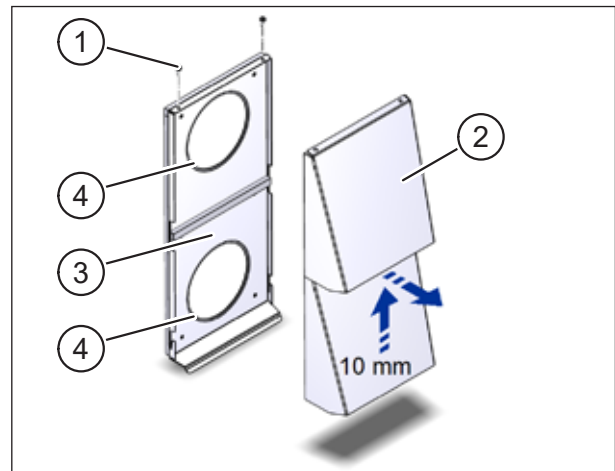

Abb. 17: Abdeckung entfernen
- ▶ Entfernen Sie die beiden Kreuzschlitzschrauben (Pos. 1 in Abb. 17) an der Oberseite des Fassadenabschlusses.
- ▶ Schieben Sie die Abdeckung (Pos. 2 in Abb. 17) ca. 10 mm nach oben. Heben Sie die Abdeckung von der Grundplatte (Pos. 3 in Abb. 17) ab.
- ▶ Streichen Sie die 4 mm breiten Dichtflächen (Pos. 4 in Abb. 17) an der Innenseite vollständig mit Vaseline ein.